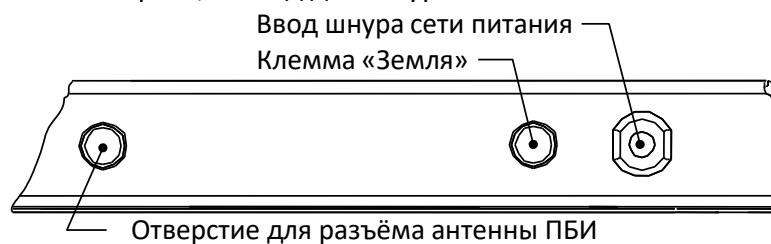

Рисунок 3 - Вид сзади
На задней стенке основания (рисунок 3) находятся: отверстие для установки антенны ПБИ, клемма «Земля», для заземления аппарата, и ввод для шнура сети питания.
3.1.2 Если аппарат эксплуатируется совместно с ПБИ¹, подключить к разъёму, установленному в отверстие для антенны ПБИ (рисунок 3 на странице 5), антенну из комплекта принадлежностей.
3.1.3 Заземлить аппарат подключением к клемме заземления (рисунок 3 на странице 5). В качестве шины заземления использовать контур заземления.